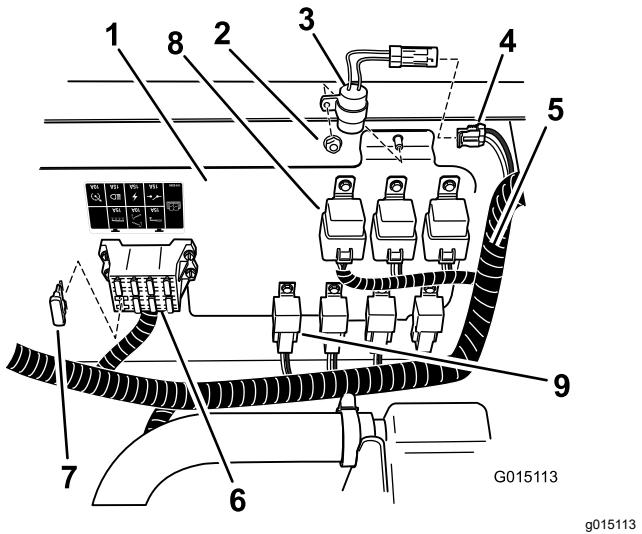
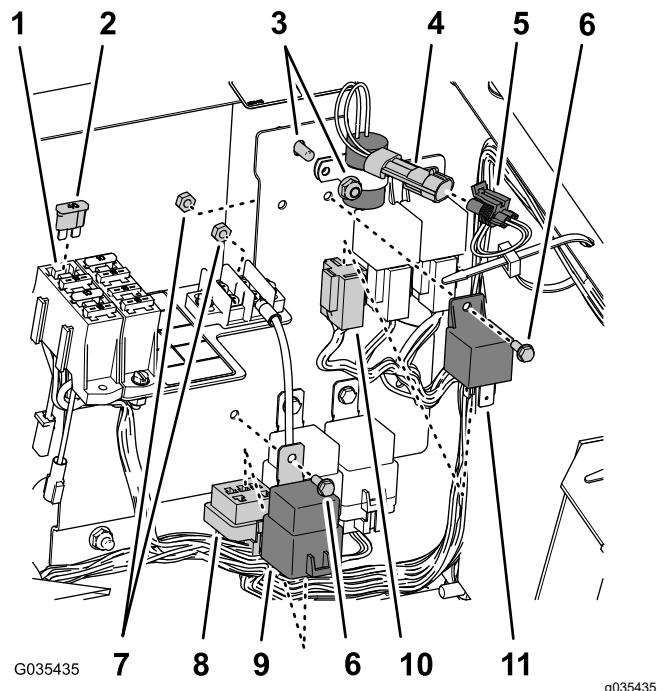
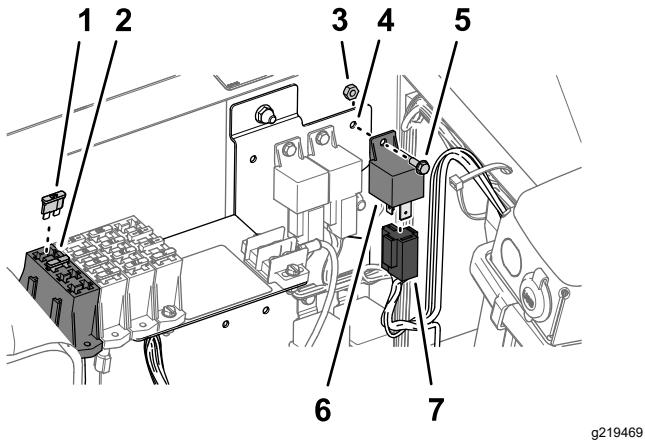

Figura 34
Figura 35
Figura 36
- Instale el temporizador de retardo en la posición mostrada en Figura 34 o Figura 35 con la contratuerca desde el panel eléctrico.
- Conecte el temporizador en el conector hembra de 2 vías etiquetado como temporizador de retardo del arnés de cables de la máquina (Figura 34 o Figura 35).
3. Instale un fusible (40 A) en la ranura abierta del bloque de fusibles, según se muestra en la Figura 34, la Figura 35 o la Figura 36.
4. Posicione el relé y el relé de potencia junto a los otros relés del mismo tipo y sujetelos al panel (Figura 34, Figura 35, o Figura 36) con los 2 pernos con briduras (N.º 10-24 x 1/2") y 2 contratuercas (N.º 10-24).
5. Localice los conectores hembra de 5 vías y el conector hembra de 4 vías en el arnés principal y conéctelos al relé (4 pines) y al relé de potencia (5 pines), tal y como se muestra en la Figura 34, la Figura 35 o la Figura 36.